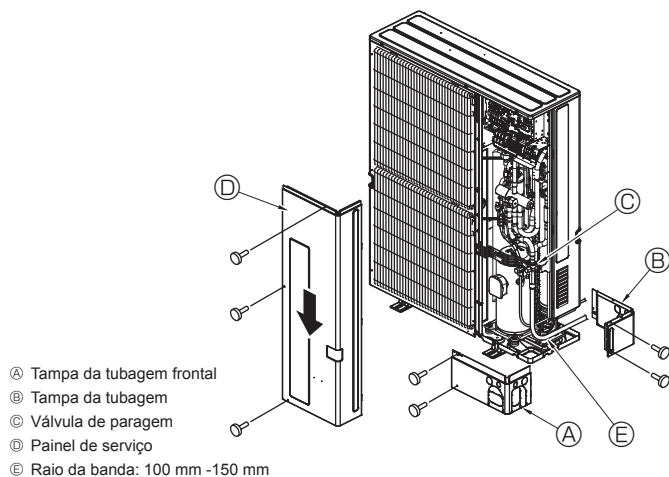

Fig. 4-10
4.3. Tubagem de refrigerante (Fig. 4-10)